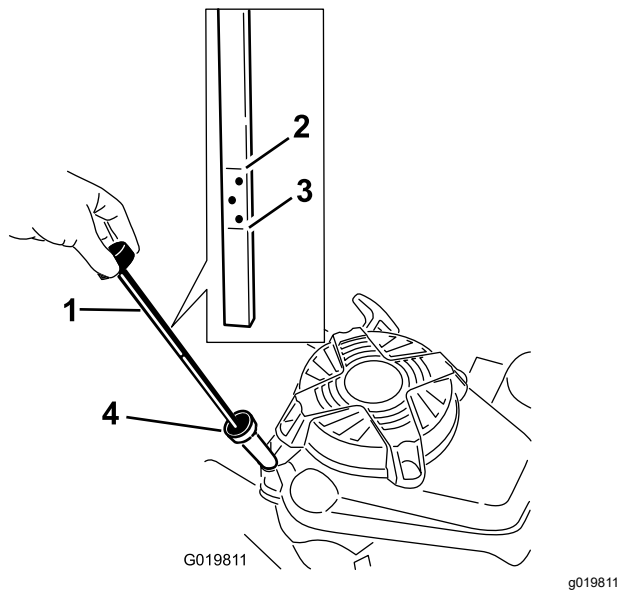

Figura 13
Antes de cada uso, compruebe que el nivel de aceite está entre las marcas **Add (añadir)** y **Full (lleno)** de la varilla (Figura 13).
2. Limpie alrededor de la varilla (Figura 13).
6. Observe en la varilla el nivel de aceite (Figura 13).